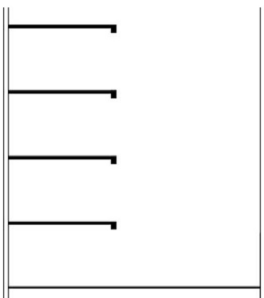

图 4.91 阵列生成楼板和屋面板
(5) 用【阵列】命令生成三、四层楼板和屋面板, 参数设为 4 行、1 列、行偏移距离 3300mm, 结果如图 4.91 所示。